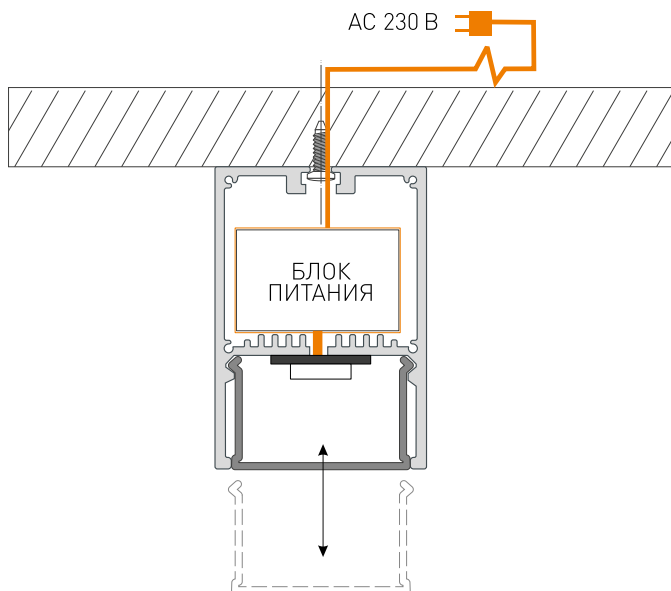

Рис. 1. Установка и подключение светильника
- 3.4. Закрепите светильник на поверхности при помощи саморезов через установочные отверстия светильника и установите экран в светильник, как показано на рис. 1.